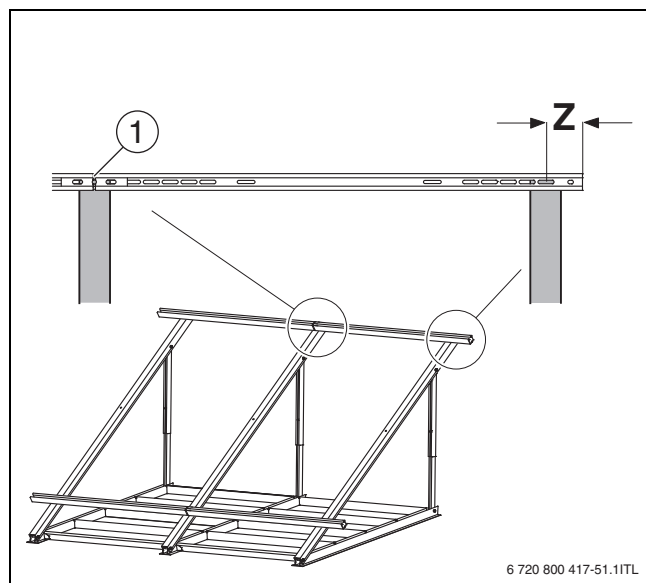

Fig. 30
- Positionner les rails par rapport aux supports en commençant comme indiqué dans la → figure 30.